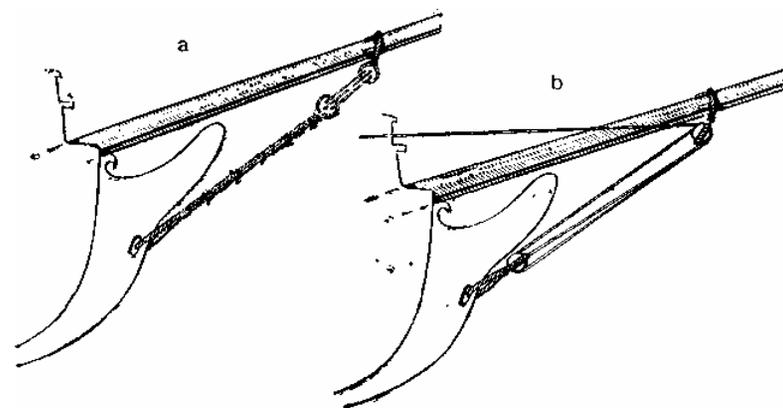

Рис. 395. Ватер-штаги на старинных судах: а — английских-, б — французских.
**Ватер-штаг** впервые появился на французских судах в конце XVII в. (см. рис. 33). Он предназначался для противодействия тяги фока- и фор-стеня-штагов и представлял собой тали, состоявшие из простого блока, закрепленного на княвдигеде гальюна, и двухшкивного блока под бушпритом. Коренной конец ватер-штага крепили на нижнем блоке и, продернув через шкивы обоих блоков, вели вдоль бушприта к обуху на форштевне, где и набивали (рис. 395, б). До этого бушприт крепился только найтовыми и в степсе.
Ватер-штаги на английских судах проводили иначе: трос пропускали через отверстие в княвдигеде, затем в строп трехочкового юферса, сплеснивали оба конца и по всей длине ватер-штага на него накладывали несколько бензелей. Второй юферс был установлен на бушприте и вместе с первым служил для обтягивания ватер-штага (рис. 395, а).